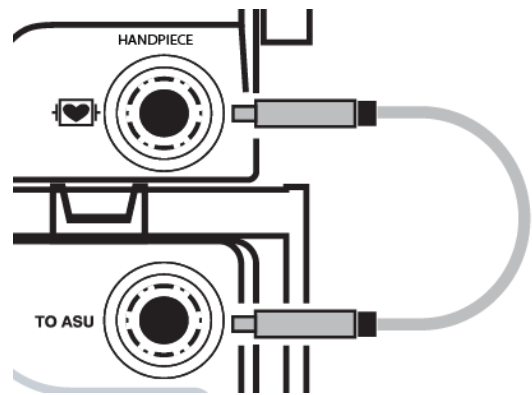

Figure 6 : Connexion du câble d'interface RF (panneaux avant ASU/ASB)
5. Branchez les deux connecteurs dans les prises de la pièce à main situées sur le(s) panneau(x) avant de l'ASU et de l'ASB jusqu'à ce qu'un déclic se fasse entendre, les connecteurs sont clavetés pour l'alignement (voir **Figure 6**).